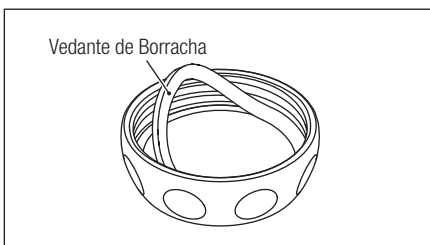

Fig. 19
2) Remova o vedante de borracha e desmonte a tampa do conjunto pulverizador. (Fig. 19)